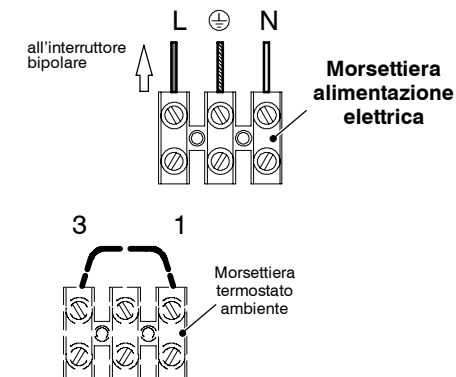

fig. 5.6
- 1 Collegare il cavo di alimentazione elettrica proveniente dall'interruttore onnipolare alla morsetteria di alimentazione elettrica della caldaia fig. 5.6 rispettando la corrispondenza della linea (filo marrone) e del neutro (filo azzurro).